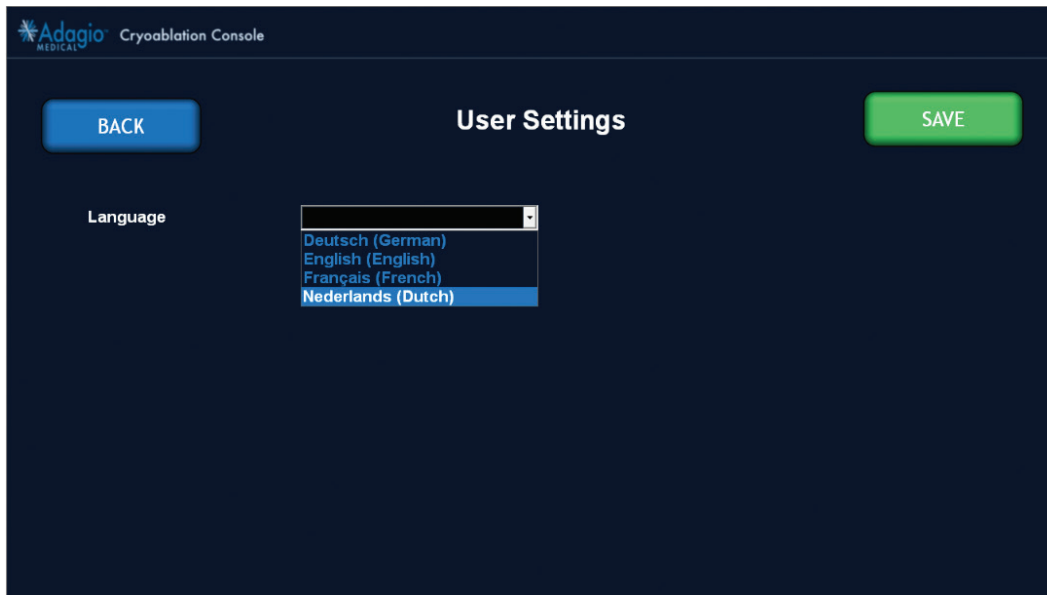

Abbildung 10 – Bildschirmanzeige: Spracheinstellung für die Benutzeroberfläche des Systems
- Einstellung der Sprache für die Benutzeroberfläche des Systems – Auf das Zahnrad-Symbol in der oberen rechten Ecke des Hauptmenüs (*Abbildung 9*) drücken, um den Bildschirm „User Settings“ (Benutzereinstellungen) (*Abbildung 10*) aufzurufen. Die gewünschte Sprache aus der Dropdownliste auswählen und auf die Schaltfläche „SAVE“ (Speichern) drücken, um die Auswahl zu speichern. Auf die Schaltfläche „BACK“ (Zurück) drücken, um zum Hauptmenü zurückzukehren.